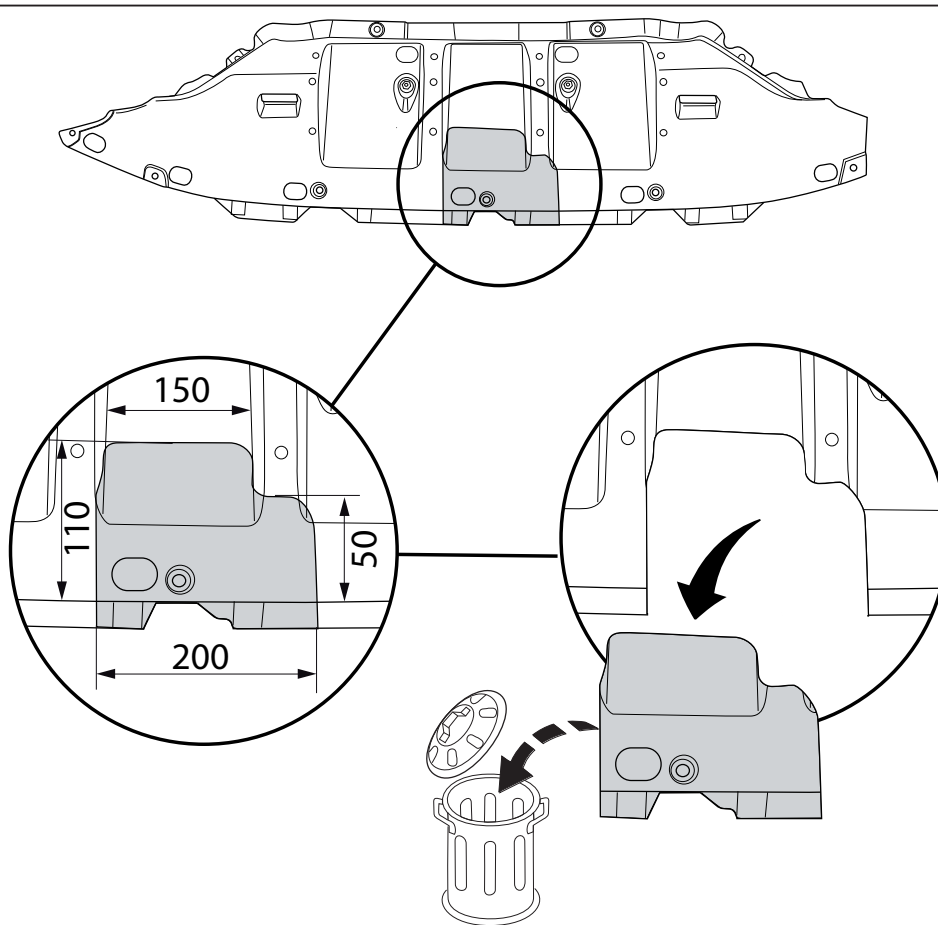

Fig. 4
10. Выпилить часть из пластмассового защитного колпака в середине снизу, как указано на рис. 4.